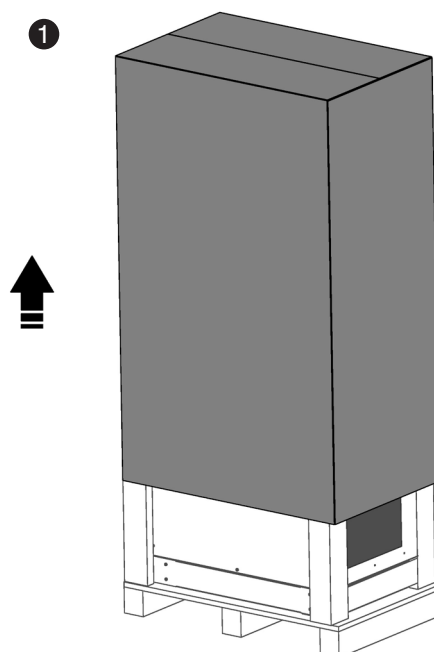
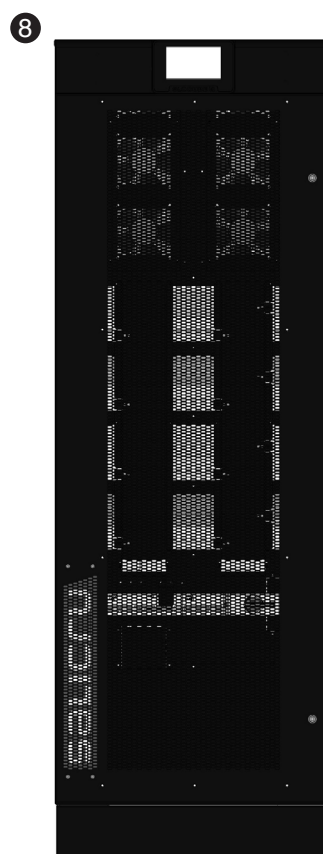

Fig. 28. Retrait de l'emballage en carton.
Fig. 35. Exemple d'un équipement déballé.
Les Fig. 28 à Fig. 35 montrent, à titre d'exemple, les illustrations correspondant au déballage de l'armoire ASI de 50 kVA à 80 kVA.
- ❶ Pour déballer l'équipement, coupez les bandes du boîtier en carton et retirez-le par le haut comme s'il s'agissait d'un couvercle (Fig. 28) ou démontez-le avec les outils nécessaires si le boîtier est en bois.
- ❽ Équipement déballé à son emplacement définitif (Fig. 35).